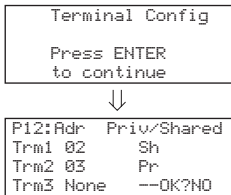

Fig. 9
2. Pulsar la tecla "Setup": se visualizarán en secuencia las pantallas de la Fig. 9 a la sección "Pantallas" al final del documento;